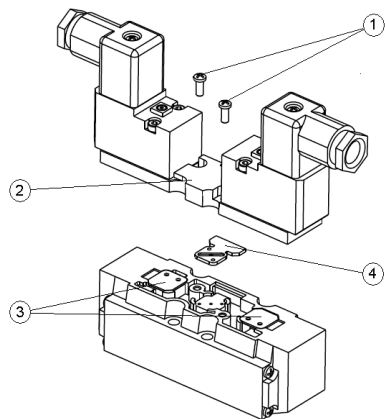

Figure 17
4.2 Commutation du pilote – Plaque de sélection (voir Figure 17)